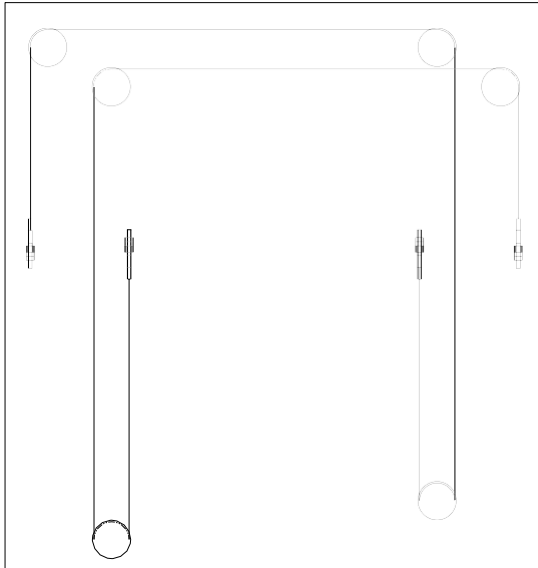

Bild 33
- ◆ Installiere die Gleichlaufseile wie in Bild 33.